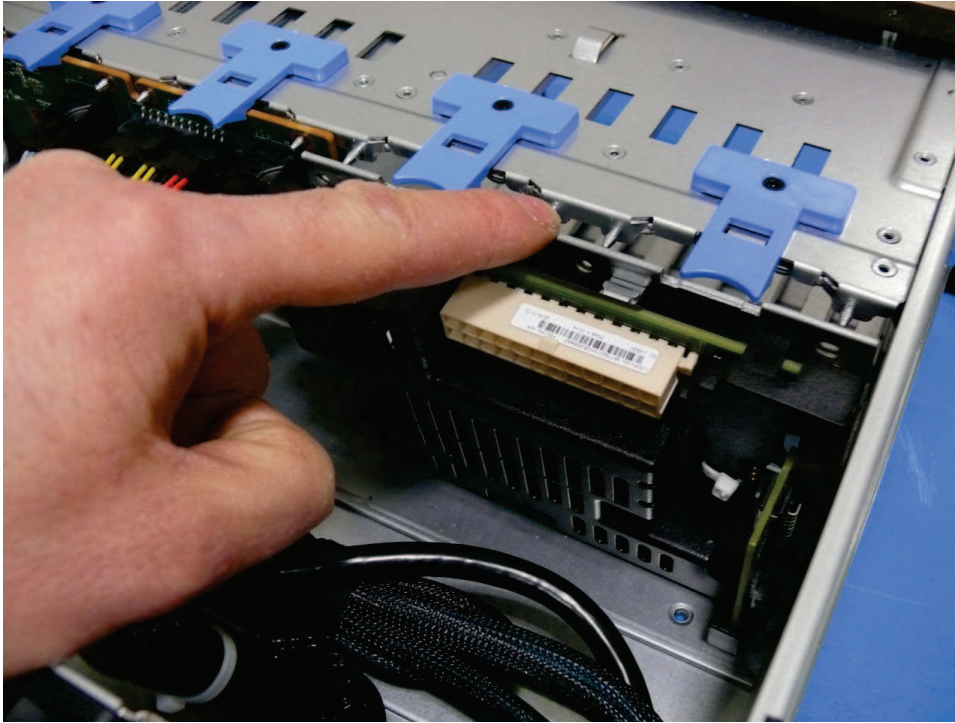

図 112. 2145-SV1 シャーシ内のバッテリー・バックプレーン
6. バッテリー・バックプレーンの下の端をシャーシにはめ込みます。137 ページの図 112 に示すように、上部を押して、所定の位置にロックされるまでバックプレーンを押し込みます。